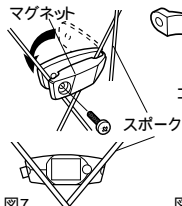

図7
- マグネットを前輪右側のスポークを挟んで取付けます。この時スポークを(図7)のように通して取付けます。